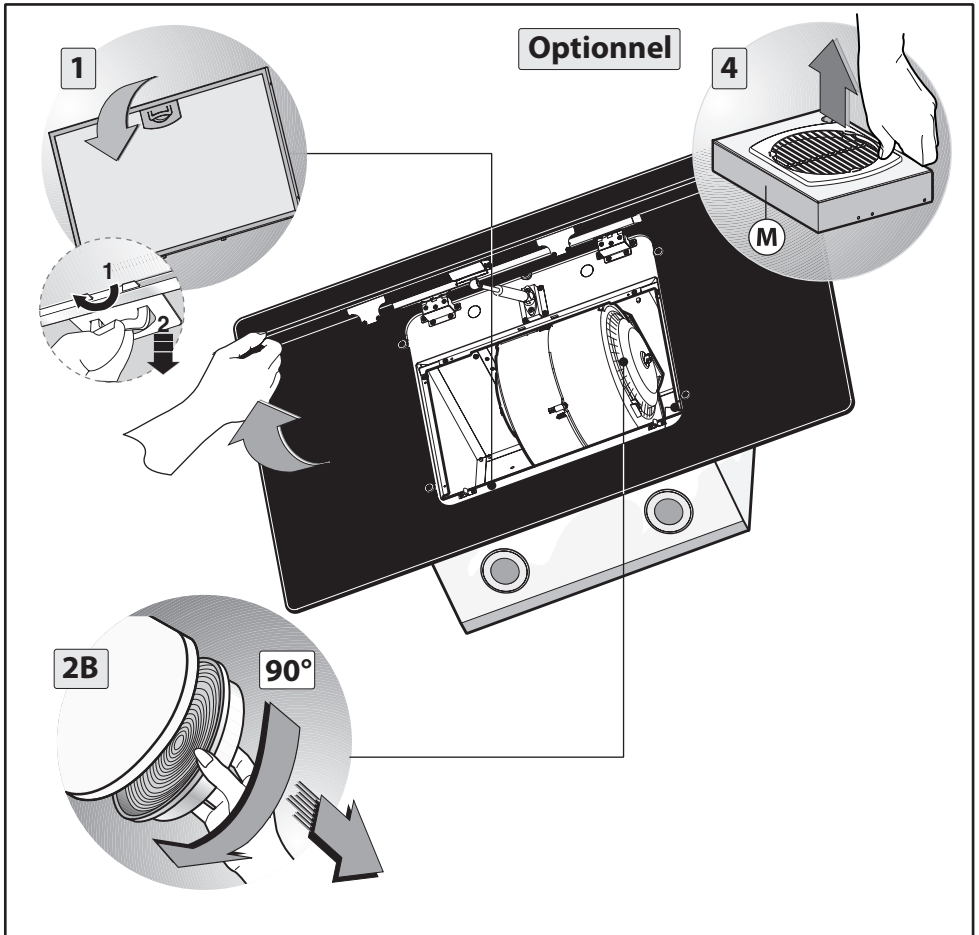

Fig.2
1. Enlever le **filtre anti-graisse** en tirant sur la poignée comme cela est indiqué dans la fig. 2,1 .
2. Si le produit est fourni avec des filtres à **charbons actifs (B)**, les enlever comme cela est indiqué dans la fig. 2,2B.
- Fixer les 2 vis complémentaires **B** à l'intérieur de la hotte (fig 2,5).